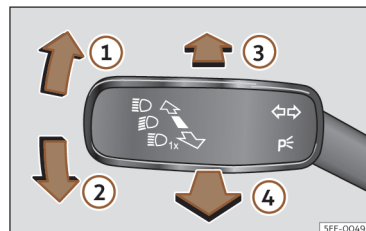

Fig. 80 Manípulo dos indicadores de mudança de direção e dos máximos (conforme versões).
- A partir da posição base, pressione para a frente o manípulo dos indicadores de mudança de direção e de máximos >>> **Fig. 80** .
- **OU**: se o assistente de máximos estiver ligado, puxe para trás o manípulo dos indicadores de mudança de direção e de máximos >>> **Fig. 80** .